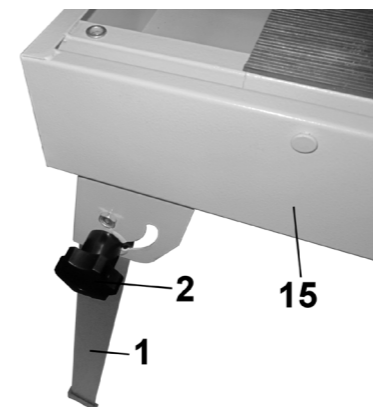

Рис. 4
9.1. Сборка и установка (Рис. 4, 5)